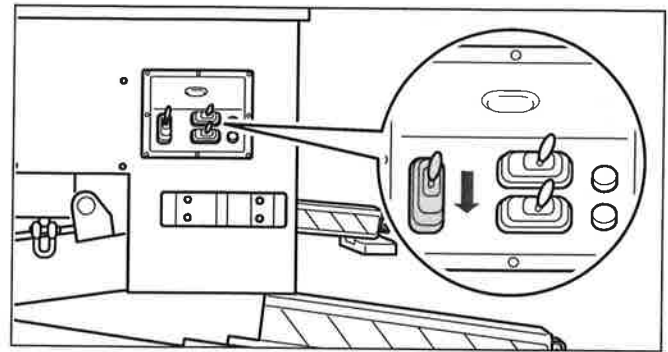

Abb. 48/1 Steuerhebel *Stützbalken Absenken/Anheben* nach unten auslenken
- Steuerhebel *Stützbalken Absenken/Anheben* (Abb. 48/1) solange gedrückt halten, bis die Steuerung die Bewegung automatisch unterbricht.